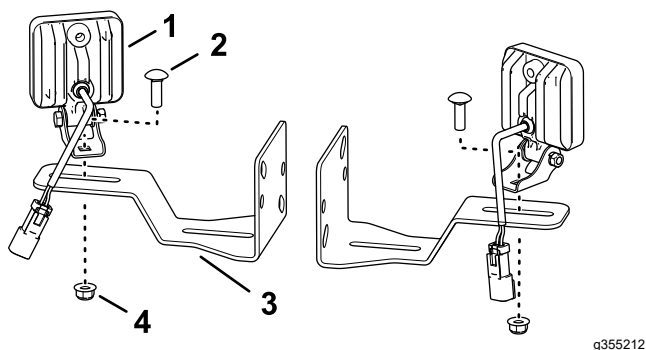

Figure 1
1. Fixez l'éclairage à LED sur le support de montage à l'aide du boulon de carrosserie (5/16" x 1") et du contre-écrou à embase (5/16"), comme montré à la Figure 1.